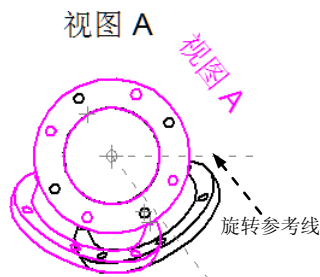

图 4.3.25 定义旋转参考线
Step4. 定义旋转参考线。在“旋转”命令条中位置：文本框输入值 0，并按下 Enter 键确认，此时移动鼠标指针，可发现视图随之开始旋转（图 4.3.25）。